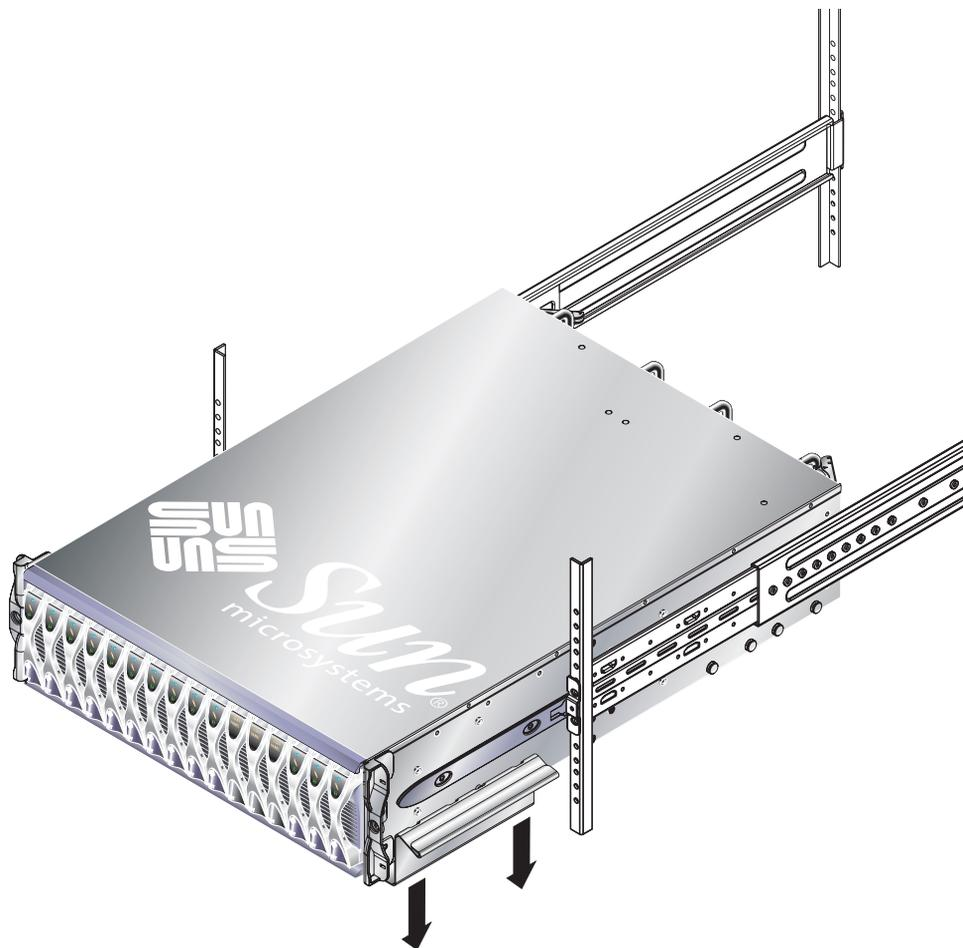

FIGURE 3-7 Retrait de la poignée de levage amovible (armoire 19" à quatre colonnes)
6. Faites glisser le châssis dans l'armoire (FIGURE 3-7).
7. Retirez la poignée amovible avant (FIGURE 3-7).